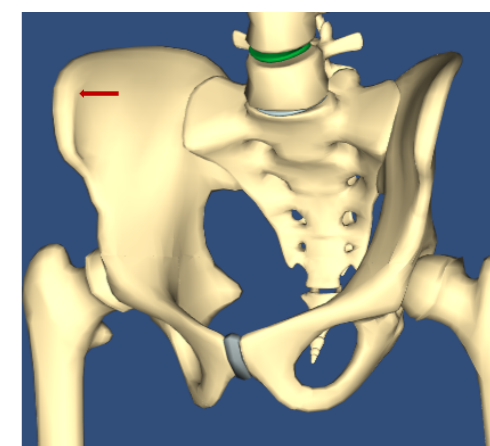

图 2e
- 由于髌骨为扁骨，在髌前上棘进针时，可在侧面进针，骨针进入皮质以后再调整方向；也可以使用其它器械辅助：如用于腰椎的开路器和扩孔锥等（图 2e）。